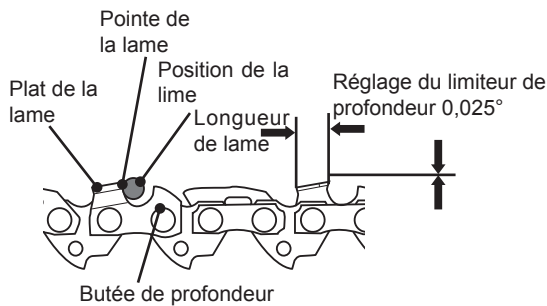

Fig. 59
- > Vérifiez la hauteur des limiteurs de profondeur à l'aide d'un instrument de mesure prévu à cet effet. Ces instruments de mesure sont disponibles dans la plupart des magasins d'outillage (Fig. 59).